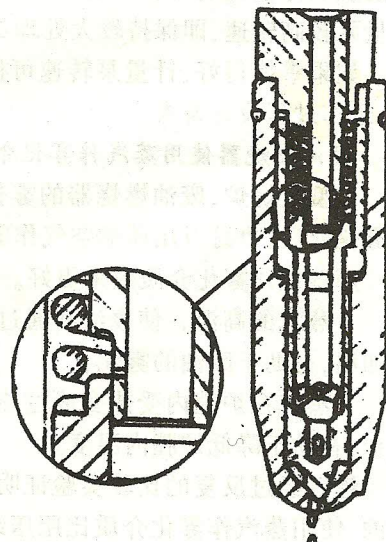

图 3 漏泄试验示意图
(1)高压截止阀手柄④放在“开”位置;
(2)缓慢顺时针转动调节阀③,直到压力表⑦和⑧均指示 20 MPa,压力表⑤指示 2.0~2.5 MPa。
(3)擦干喷油嘴观察,应无漏泄;喷油器循环孔处也应没有燃油滴漏。(见图 3)